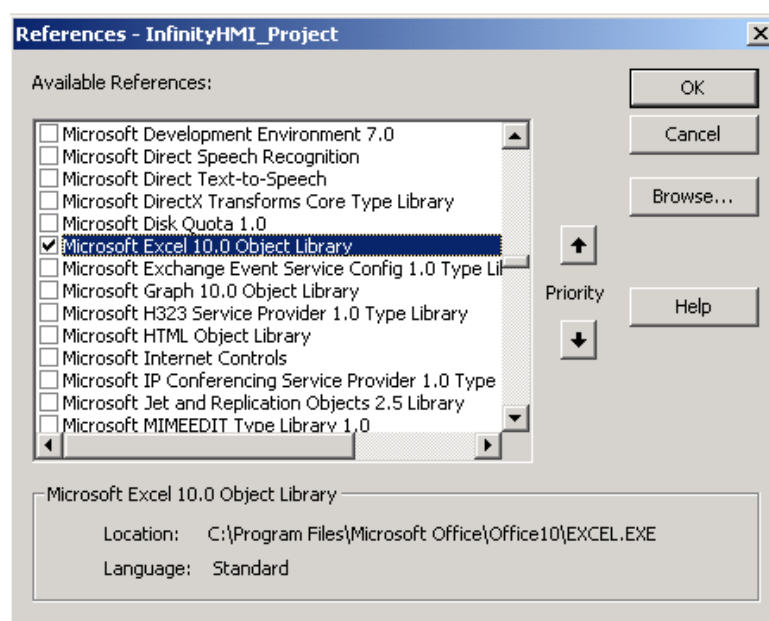

Рис. 5.4. Выбор компонента MS Excel для ссылки на него из скрипта
12. Теперь необходимо установить связь с данными, предоставляемыми Excel. Для этого в редакторе VBA в меню Сервис -> Ссылки (Tools -> References) выберите Microsoft Excel 10.0 Object Library, как показано на рис. 5.4 (версия Excel, установленная на Вашем компьютере может быть другая).